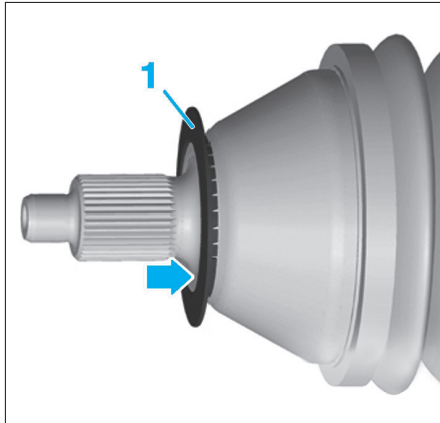

FIG. 54
- Veiller impérativement à ce que le joint déflecteur (3) soit complètement agrafé dans le joint extérieur (Fig.54).